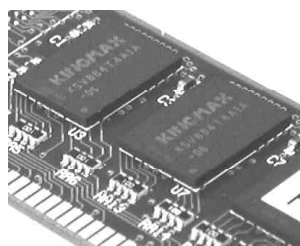

图3 TinyBGA 封装形式的内存条
3. TinyBGA (Tiny Ball Grid Array, 小型球栅阵列封装)，其芯片面积与封装面积之比不小于 1:1.14, 是 KingMax 的专利，属于 BGA 封装技术的一个分支，如图3所示。